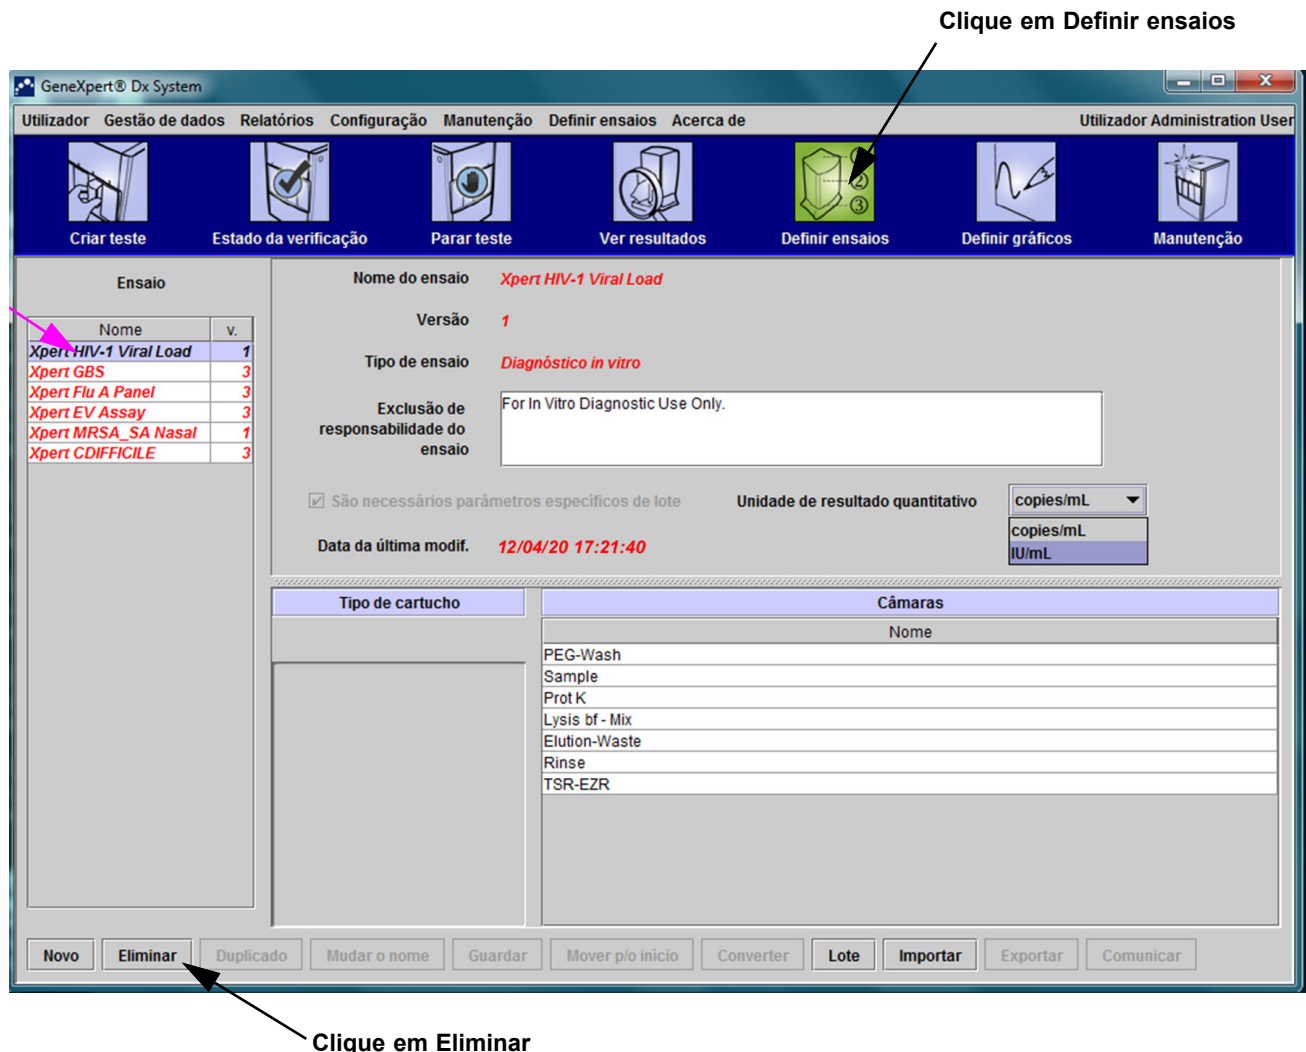

Figura 2-93. Sistema GeneXpert Dx – Janela Definir ensaios (vista de utilizador Administrador)
1. Na janela GeneXpert Dx System, clique em **Definir ensaios** na barra de menus. É apresentada a janela Definir ensaios. A figura 2-93 mostra a janela Definir ensaios do administrador do Sistema GeneXpert Dx. A janela dos utilizadores Detalhe e Básico tem menos funções. Consulte a figura 2-91.
Depois de importar um ensaio quantitativo, é possível alterar a Unidade do resultado quantitativo. Consulte a figura 2-93.
1. Para eliminar um ficheiro de definições de ensaios, na janela Definir ensaios (consulte a figura 2-93), seleccione o nome do ensaio na lista Ensaio (no lado esquerdo da janela) e, em seguida, clique em **Eliminar**. É apresentada uma mensagem de confirmação.